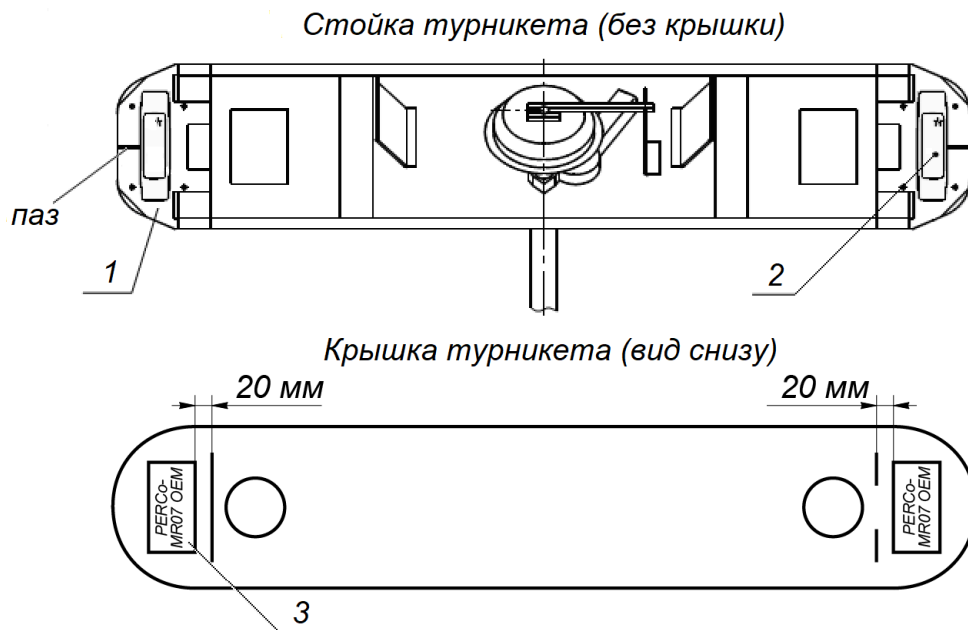

Рисунок 13. Место установки считывателя СКУД
8. При необходимости установите встраиваемые RFID-считыватели на специальных кронштейнах под крышкой турникета (см. рис. 13).
В кронштейнах предусмотрены резьбовые втулки для крепления считывателей типа **PERCo-RP-15**. Для установки других типов считывателей их можно установить на кронштейнах при помощи двустороннего скотча или просверлив отверстия по месту. Считыватели **PERCo-MR07 OEM** устанавливаются непосредственно на крышке турникета снизу на двусторонний скотч, при этом место установки необходимо рассчитать так, чтобы они не мешали при закрытии крышки (см. рис. 13).